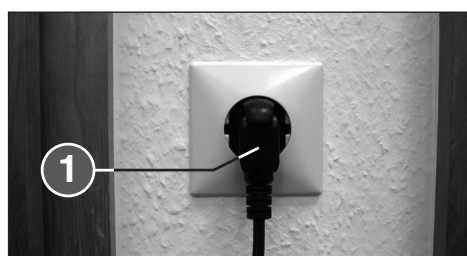

Fig. 2
- Enchufe el aparato a la red (1) (Fig. 2) (ver las indicaciones sobre el fusible previo necesario del tomacorriente en "CARACTERÍSTICAS TÉCNICAS").
- 1 = Clavija de enchufe a la red (Fig. 2)